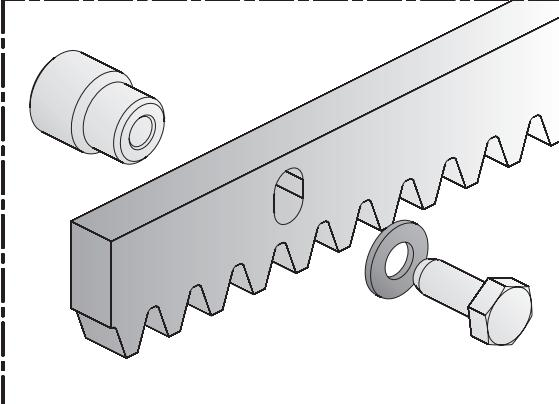

Fig. 9
1. Predisporre la cremagliera (fornibile a richiesta), con le viti TE 8 x 25 e i distanziatori a saldare in dotazione, come da fig. 9. Per evitare di saldare sul cancello sono disponibili dei distanziatori passanti zincati con viti di fissaggio TE 8 x 50.